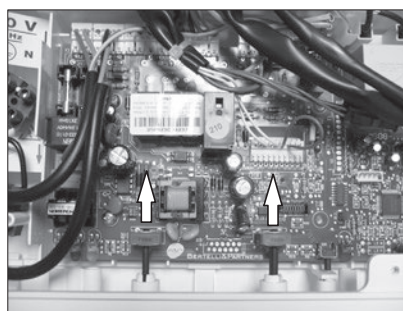

Рис. 3
- 4 Демонтируйте соединительные перемычки между регуляторами и потенциометрами регулировки отопления и горячего водоснабжения, аккуратно извлекая их по направлению стрелки на Рис. 3.